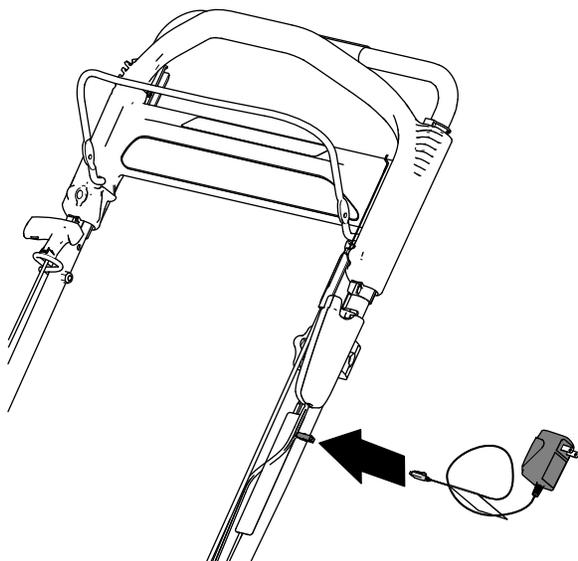

Рисунок 35
1. Подсоедините зарядное устройство к жгуту проводов, расположенному под кнопкой электрического запуска (**Рисунок 35**).